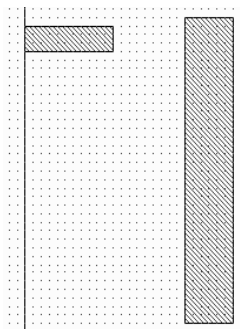

Рис. 5.12
8. Нажмите клавишу **Tab**, чтобы снова открыть диалоговое окно **Enter Coordinates**. Установите флажок в переключателе **Rel**, чтобы активизировать относительные координаты. Введите **1.2** в поле  $dx$ , **7.2** в поле  $dy$  и нажмите **OK**. Второй проводник прямоугольного сечения отображается в окне электромагнитной структуры (рис. 5.12).